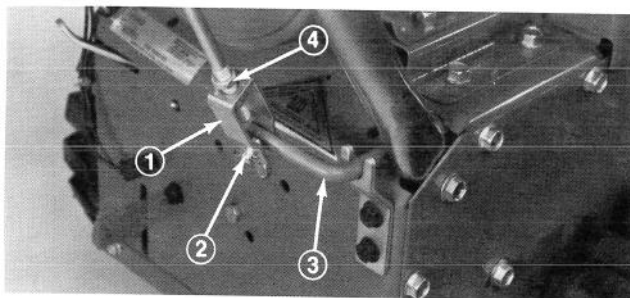

Figure 4
2. Tournez l'étrier au bout de la tige de commande de tarière jusqu'à ce que les trous de l'étrier s'alignent avec le trou de la tige coudée (Fig. 4). Ensuite, réunissez l'étrier et la tige coudée à l'aide de la cheville d'étrier bloquée avec une goupille fendue (Fig. 4).
3. Serrez bien l'écrou de blocage sur le dessus de l'étrier (Fig. 4).